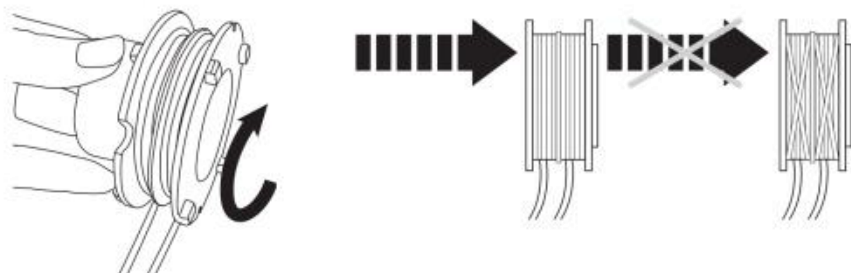

Fig. 66
3. Linda linorna ordentligt medurs runt spolen och se till att de ligger ordentligt i respektive styrning. (Bild 66)